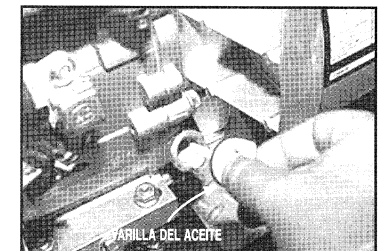
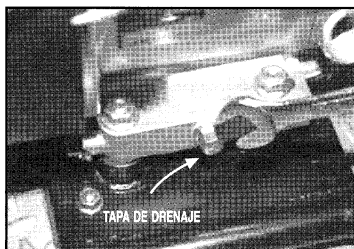

Fig. 13
Fig. 14
- a) Retire la varilla del aceite (Fig. 13) y la tapa del drenaje (Fig. 14), después empiece a drenar el aceite usado.